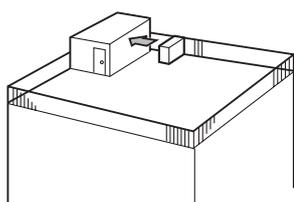

Fig. 2-4
- ① Vend luftløpet mot nærmeste tilgjengelig vegg, omtrent 500 mm unna veggen. (Fig. 2-4)